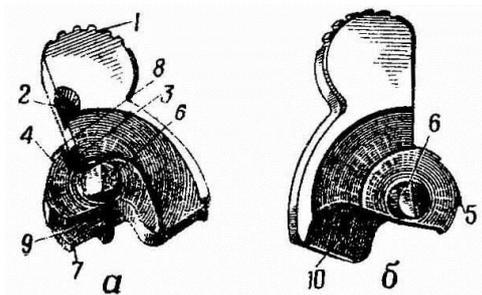

Рис. 32. Курок:
**Курок** (рис. 32) служит для нанесения удара по ударнику. Он имеет: сверху - головку с насечкой для взведения курка рукой; на передней плоскости - вырез для обеспечения свободного хода курка при спуске его с боевого взвода; выем для зацепа предохранителя; в основании курка - два уступа: верхний - предохранительный взвод, нижний - боевой взвод; по бокам - цапфы, на которых враща-